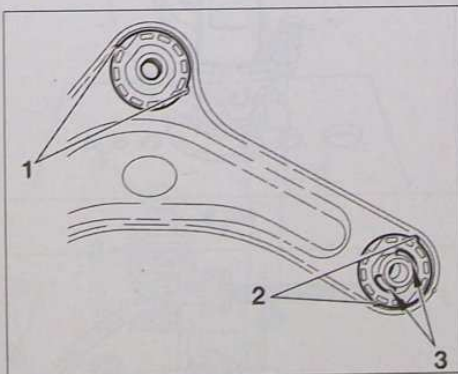

FIG.6
Cette opération est possible grâce à la disponibilité en pièces de rechange des paliers élastiques et de la rotule inférieure. Pour le remplacement des paliers, utiliser de préférence des mandrins de diamètres appropriés (outils Citroën 4703-T1, T2, T3, T4 et T5) en veillant, à la fois, à respecter la position initiale des paliers élastiques et à bien orienter leur bossage (1) et (2) (Fig.6).